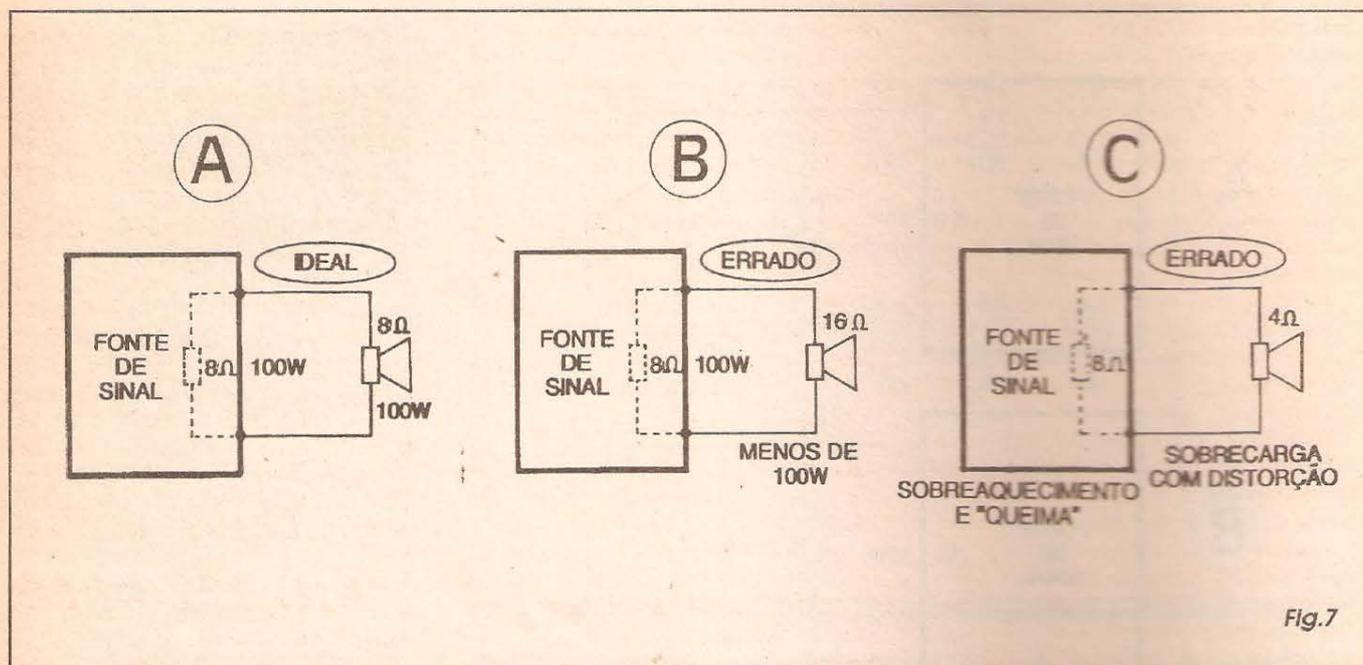

Fig.7
- FIG. 7 - MASTIGANDO O CASAMENTO DE IMPEDÂNCIAS... - Nos três itens da figura, o leitor/*aluno* encontra importantes subsídios práticos... em 7-A temos um arranjo considerado de *casamento perfeito*, no qual se obtém a melhor eficiência/qualidade na *tradução* dos sinais elétricos em manifestações acústicas...! Já - como em 7-B - quando a IMPEDÂNCIA do alto-falante é maior do que a apresentada pela saída da fonte de sinal, o rendimento da *tradução* ficará nitidamente prejudicado! No caso do exemplo, uma fonte de sinal com IMPEDÂNCIA de 8 ohms, fornecendo 100 watts, é acoplada a um falante (ou conjunto de falantes, não importa...) com IMPEDÂNCIA de 16 ohms... O sistema não consegue *passar* os indicados 100 watts ao ambiente, na forma de SOM...! A *wattagem* final, acusticamente obtida, será inevitavelmente menor do que o parâmetro de POTÊNCIA disponível na fonte de sinal...! Estaríamos, no caso, *desperdiçando* POTÊNCIA...! Numa outra possibilidade (7-C), se a IMPEDÂNCIA do alto-falante (ou conjunto de transdutores, conforme já visto na primeira parte da presente *aula*...) for menor do que a apresentada pela fonte de sinal (saída do amplificador), teremos uma série de problemas: aparentemente, estare-